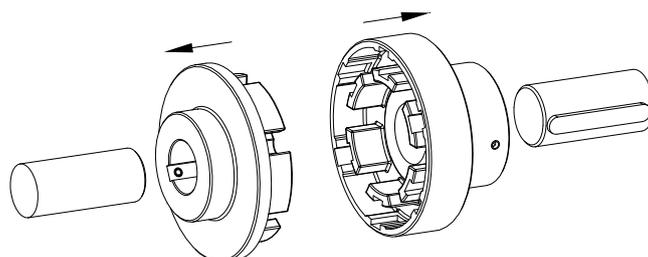

Figura 9: Montaggio dell'elemento a settori frontali e dell'elemento a tasca
- Montare elemento a settori frontali ed elemento a tasca sull'albero del lato motore o condotto (vedere la figura 9).